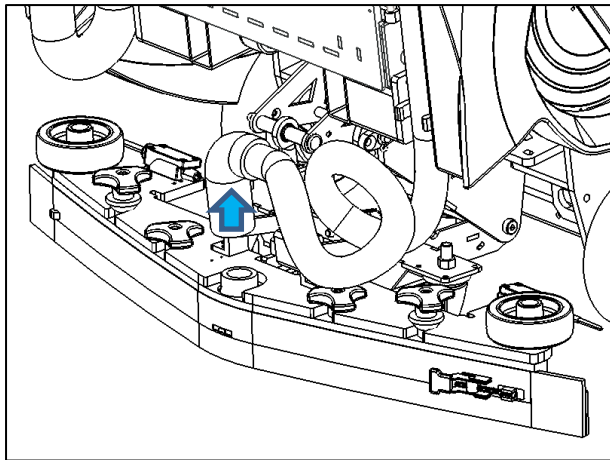

Fig. 1
1. Commencez par retirer le tuyau de l'ensemble de la raclette (Fig 1).